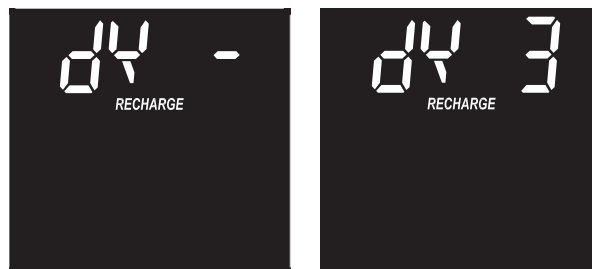

FIG. 27
2. Cuando ello ocurra, oprima nuevamente el botón PROGRAM (Programar) y aparecerá la pantalla que se indica en la Fig. 27.